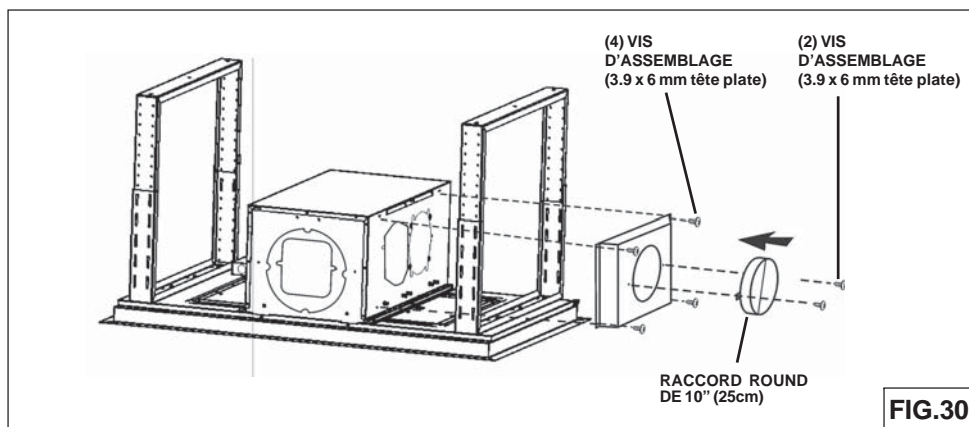

FIG.30
2. Fixez le raccord ronde de 10" (25cm) à la plaque en utilisant (2) vis de montage 3,9x6 mm (Fig.30). Fixez l'ensemble raccord/plaque à la hotte en utilisant (4) vis de montage 3,9x6 mm (Fig.30).